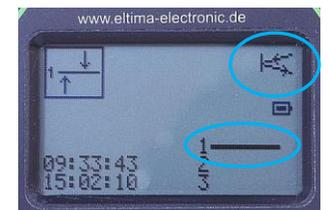

Abbildung 5: Einstellebene
- Berühren Sie die Taste . Es erscheint die Einstellebene mit dem Symbol , Abbildung 5.